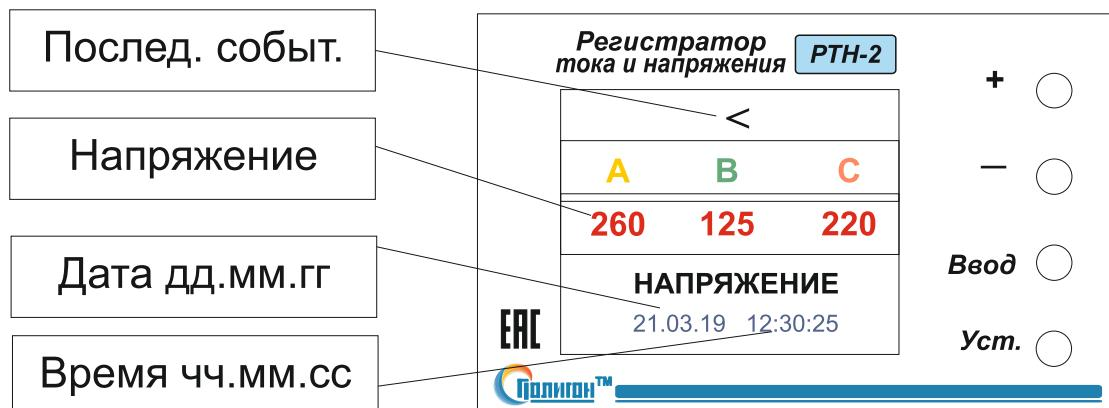

Рис.2
4.1.3. Для просмотра записанных событий необходимо нажать кнопку «Ввод», при этом на дисплее высветится запись последнего события аварийной ситуации по напряжению (рис.2) или по току (рис.3), причем значения напряжения и тока, не соответствующие заданным параметрам, мигают. Нажатием на кнопку “-” можно
4.1.3. Для просмотра записанных событий необходимо нажать кнопку «Ввод», при этом на дисплее высветится запись последнего события аварийной ситуации по напряжению (рис.2) или по току (рис.3), причем значения напряжения и тока, не соответствующие заданным параметрам, мигают. Нажатием на кнопку “-” можно просмотреть предыдущие события.